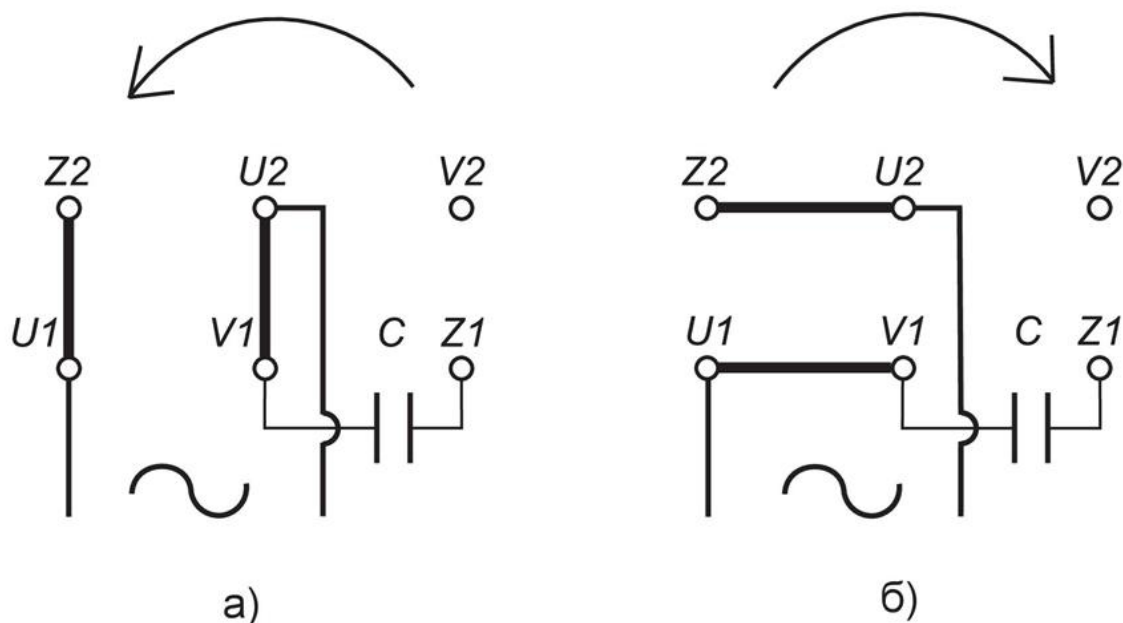

Рис.1. Схема соединений обмоток.
1. Конденсатор подключить по схеме (Рис.1)
2. Для вращения вала вперед необходимо установить перемычки между клеммами Z2U1 и U2V1 согласно Рис.1, а.
3. Для вращения вала назад необходимо установить перемычки между клеммами Z2U2 и U1V1 согласно Рис. 1, б.